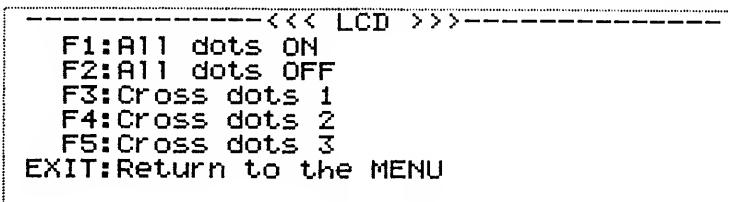

Fig.6
- The LCD shown in Fig. 6 will appear.
- LCDディスプレイに、Fig.6のように表示される。